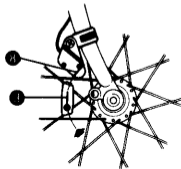

Abb. 9
- (3) Die Markierungslinien des Magneten und des Sensors in Einklang bringen. (Abb. 9)